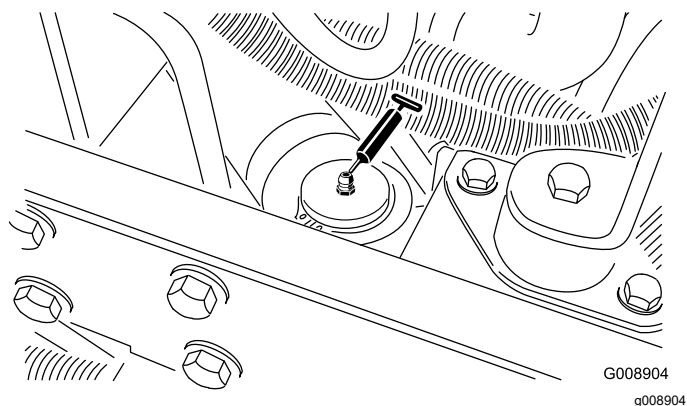

Рисунок 43
- Цилиндр рулевого механизма (Рисунок 43)